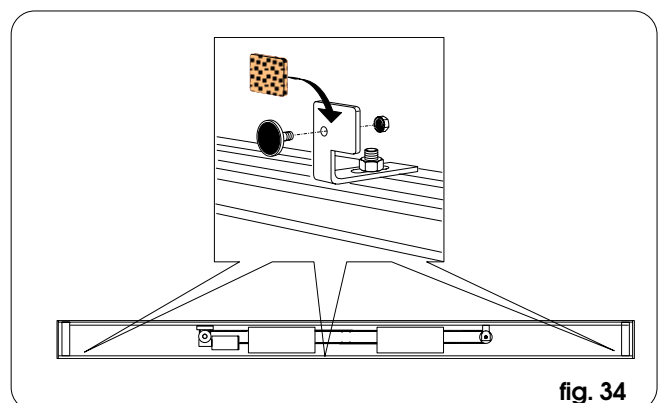
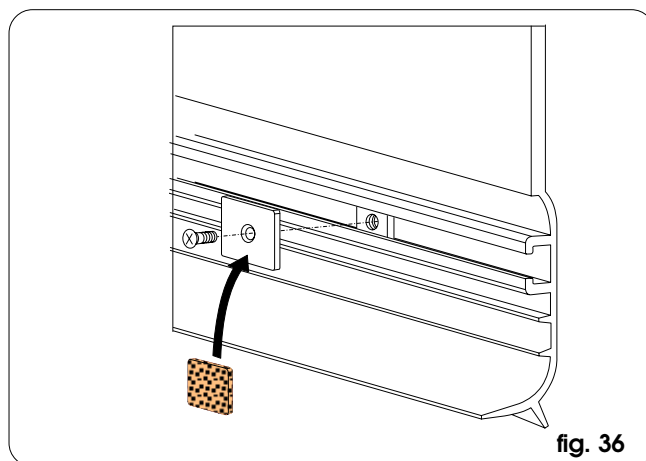

fig. 34
fig. 36
- i tre angolari posizionati alle estremità e centralmente di fig. 34 (1 vite M6 per ciascuno)
- Montare all'interno del carter tre piastrini come in fig. 36 in corrispondenza delle tre staffe angolari sulla traversa.
- velcro applicato sulle tre staffe angolari (fig. 34) e in corrispondenza sui piastrini montati all'interno del carter (fig. 36);
- magneti da inserire nelle tre staffe angolari (fig. 34) e, in corrispondenza, piastrini metallici all'interno del carter (fig. 36);